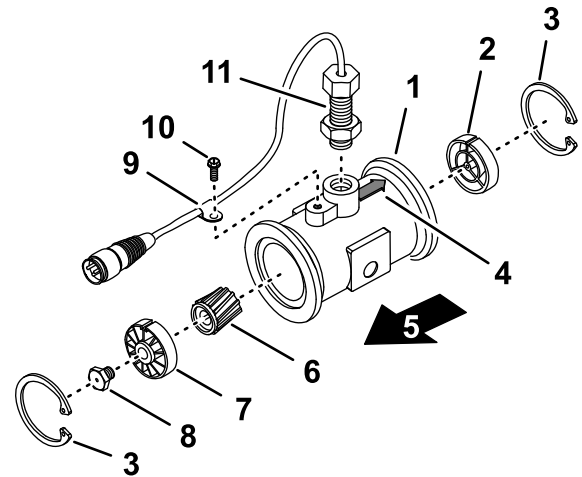

Figura 151
3. Retirez le circlip en amont (Figura 151).